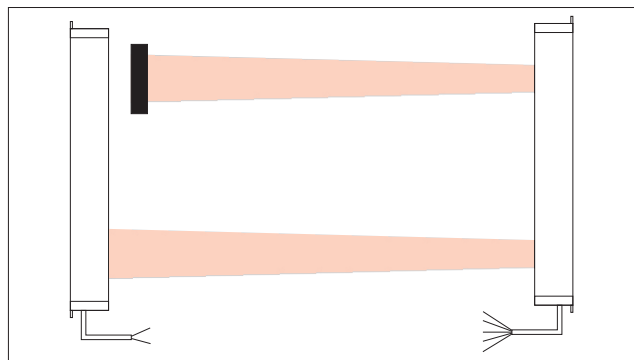

Figura 3
- Tampe a lente superior do receptor e verifique se o led indicativo de sintonia da unidade receptora permanece apagado (Figura 3), caso acenda, ajuste novamente a sintonia. Neste caso, a barreira pode estar mal alinhada ou com tensão de alimentação fora do especificado, observe o diâmetro do fio e a tensão da bateria a fim de corrigir o problema;